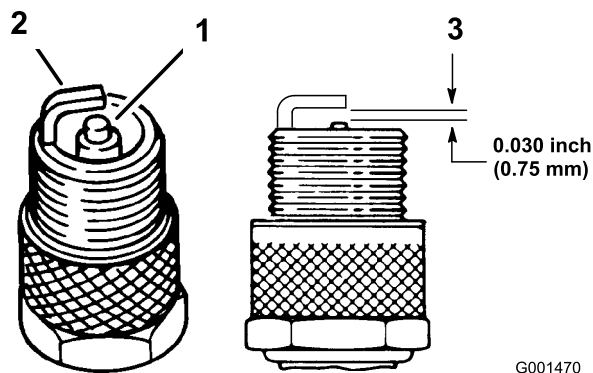

Рисунок 33
4. Проверьте состояние бокового электрода, выровняйте по центру электрод и выровняйте по центру изолятор электрода, чтобы гарантировать отсутствие повреждений (Рисунок 33).
5. Воздушный зазор между центральным и боковым электродами должен быть выставлен равным 0,762 мм (Рисунок 33).